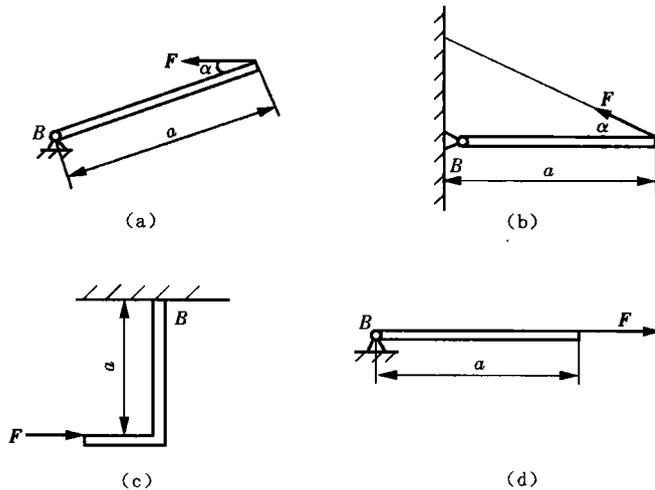

图 2-4
1. 试计算图 2-4 中力  $F$  对点  $B$  的力矩。设  $F=60\text{N}$ ,  $a=0.3\text{m}$ ,  $\alpha=30^\circ$ 。